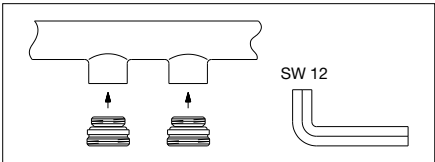

Bild 1 / Illust. 1 / Fig. 1
1. Visser à fond les mamelons auto-étanches joints (Fig. 1) dans les manchons de raccordement du radiateur (couple d'environ 40 Nm).
1. Die beiliegenden, selbstdichtenden Einschraubstutzen (Bild 1) fest in die Anschlussstutzen des Heizkörpers einschrauben (Drehmoment ca. 40 Nm).